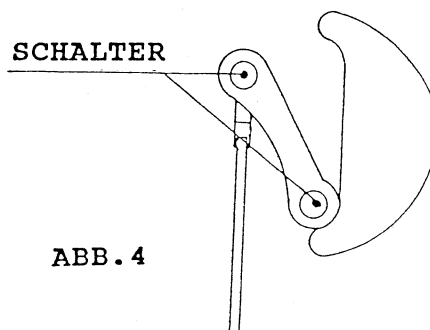

ABB. 4
- Patentierte Kopfstütze mit zwei Gelenken: auch diese ist höhenverstellbar, hat aber außerdem zwei entweder gleichzeitig oder getrennt über die jeweiligen Schalter steuerbare Gelenke, durch die eine dreidimensionale Positionierung des Kopfes möglich ist (ABB.4). Durch ihre besondere Form und die Vorrichtung zur Regulierung hat diese Kopfstütze einen geringen Raumbedarf.